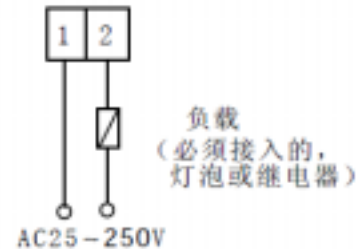

图 3. 交流 25~250V
- 交流 25~250V 供电时两线制的系统连线如图 3 所示。（注意：必须接负载，否则将损坏电子模块，并且负载不能太小，不能用太灵敏的继电器。）